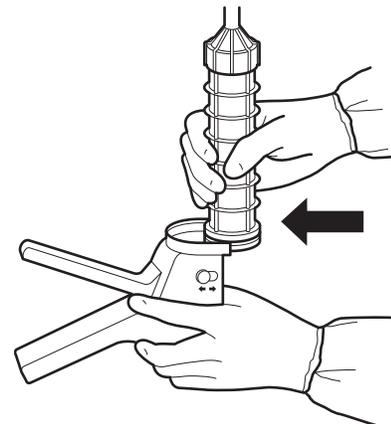

Figura 3
3. Coloque um cartucho cheio com um bocal de aplicação na interface do cartucho (Figura 3). Segurando na pistola de cimento na posição vertical, acione o gatilho para encher o bocal de aplicação até o cimento ósseo chegar à ponta. A pistola de cimento está agora pronta para a administração de cimento ósseo.